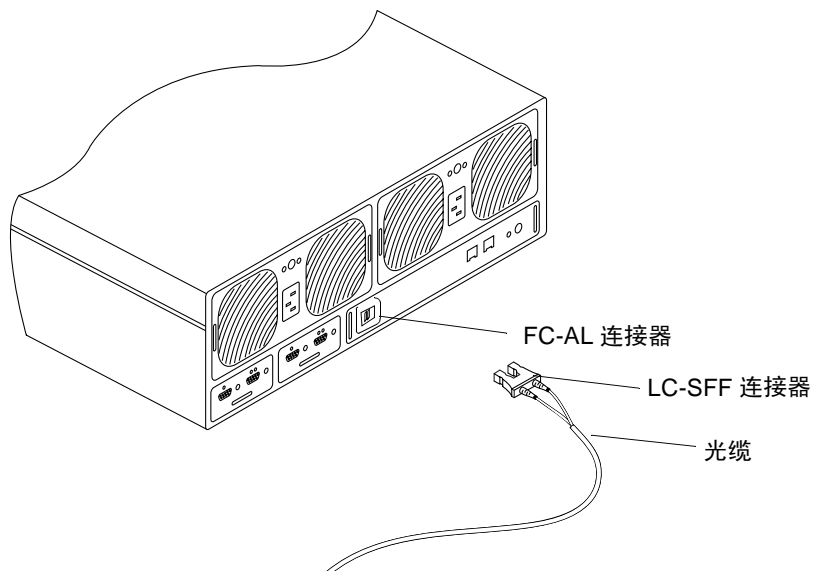

图 2-5 将光缆连接到 Sun StorEdge T3 阵列上的 FC-AL 连接器
- 对于 Sun StorEdge T3+ 阵列，确保将光缆上的标准连接器 (SC) 接入 HBA。
- 对于 Sun StorEdge T3+ 阵列，将电缆的 LC-SFF（小波形因数）端接入 FC-AL 接口（图 2-5）。